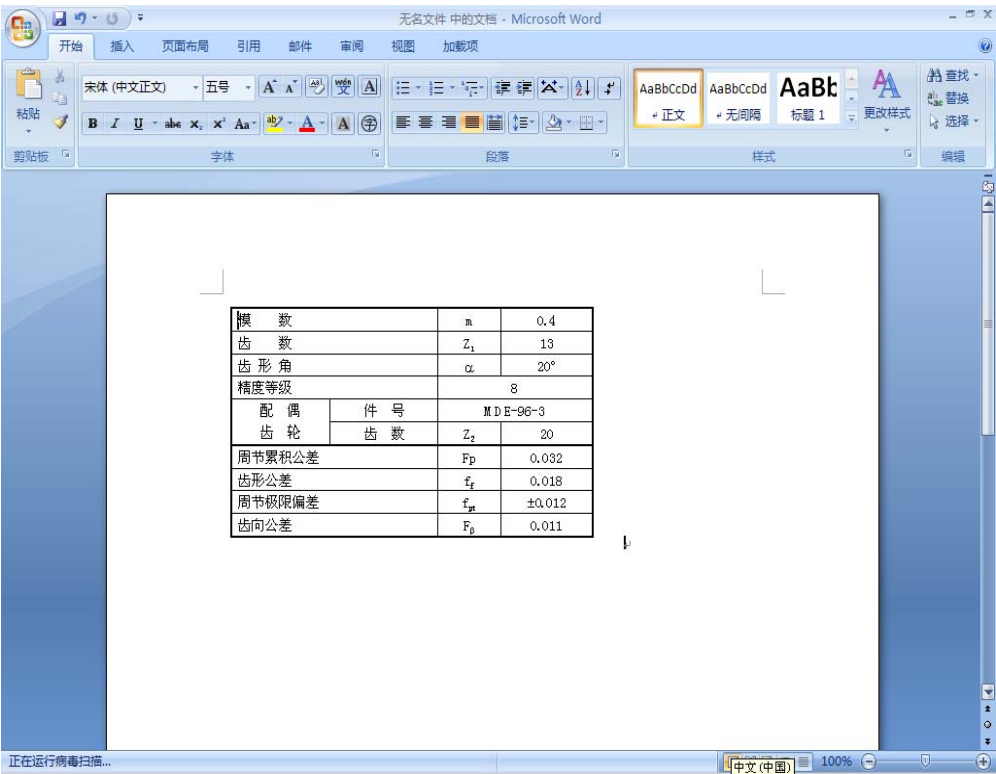

图 16-24 编辑参数表
3. 在 Word 编辑窗口中，可以编辑所需的表格，如图 16-24 所示。